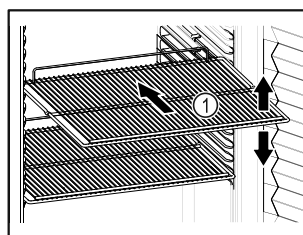

Fig. 59 Représentation à titre d'exemple
- ❑ Si les surfaces de rangement Fig. 59 (1) sont mobiles, les régler en hauteur.